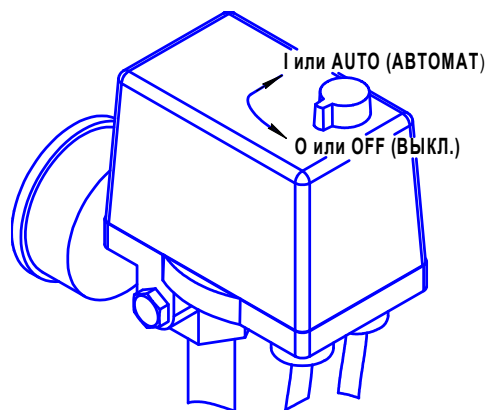

Рисунок 2
- 1 Проверьте, чтобы выключатель на прессостате находился в выключенном положении "OFF" или "0", в зависимости от исполнения (см. рисунок 2).
- 1 Выключить компрессор выключателем на прессостате. Для этого необходимо переключить выключатель в положение "OFF" или "O", в зависимости от исполнения (см. рисунок 2). После этого остановится электродвигатель и произойдет сброс давления из нагнетательного воздухопровода и поршневого блока.
Для пуска компрессоров СБ4/Ф-500.АВ998, СБ4/Ф-500.АВ998ТБ после срабатывания защиты выполните следующие действия: после того, как двигатель остынет до допустимой температуры переключите выключатель на прессостате в положение "OFF" (см. рисунок 2), а затем включите компрессор переключив выключатель в положение "AUTO".